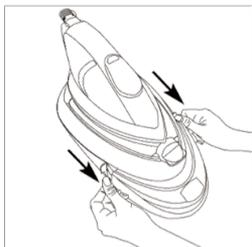

FIGURA 2
2. Retire el depósito de agua (Figura 2).